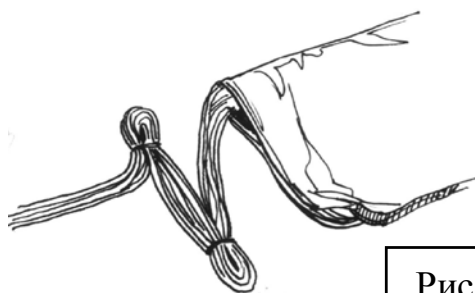
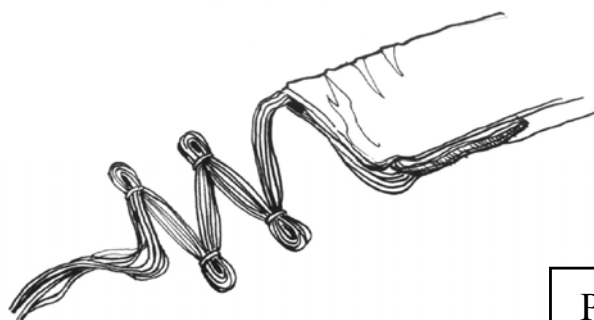

Рис.21
Рис.22
15. Закрепите изгибы строп резиновыми кольцами на расстоянии 20-30 мм от перегиба (рис. 21). Всего должно получиться 4 перегиба (рис.22).